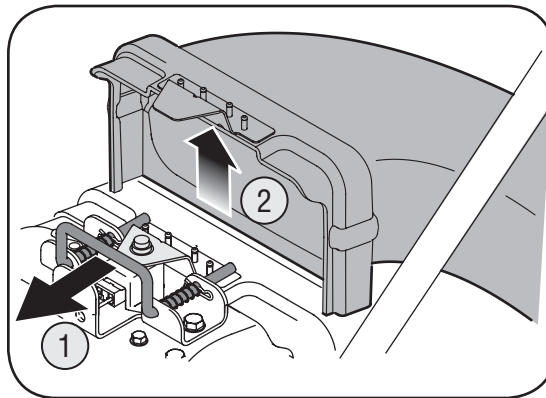

Figura 4-6
1. Tome el canal de soplado con una mano y tire de la varilla de seguridad del soporte de montaje hacia el motor con la otra mano para soltarlo. Consulte la figura 4-6.